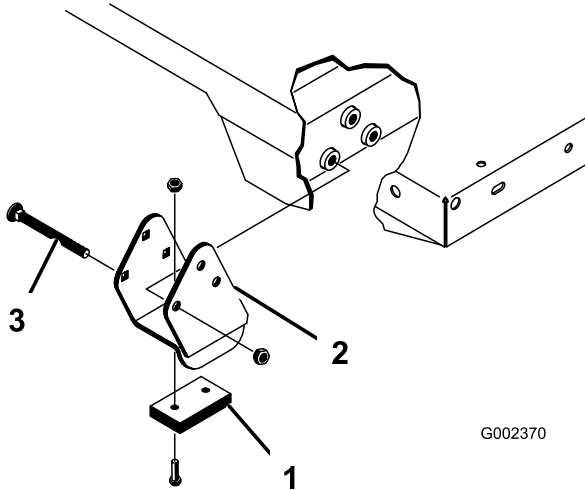

Bild 36
Hinweis: Stellen Sie sicher, dass die Distanzstücke und die Verschleißblöcke (Bild 36) so eingesetzt sind, dass die Köpfe der Schlossschrauben an der Innenseite der Maschine sind.
2. Setzen Sie die Ladepritsche vorsichtig auf den Maschinenrahmen. Fluchten Sie die hinteren Schwenkplattenlöcher der Pritsche mit den Löchern im hinteren Rahmenkanal aus und setzen Sie die zwei Lastösenbolzen und Klappstecker ein (Bild 36).
4. Setzen Sie den Lastösenbolzen von der Außenseite der Ladepritsche ein. Der Klappstecker sollte außen sein (Bild 36).